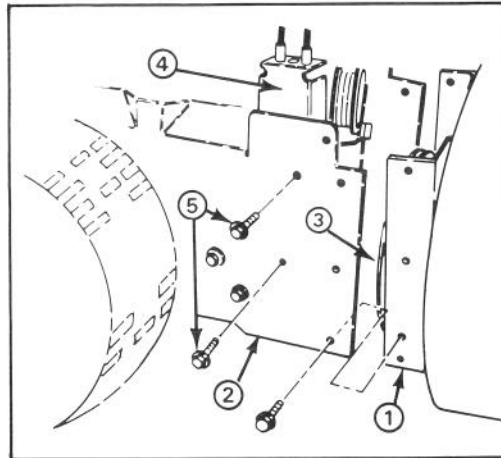

Abbildung 1
2. Das Räumgetriebegehäuse und die Motorrahmenbefestigungslöcher ausrichten (Abb. 1).